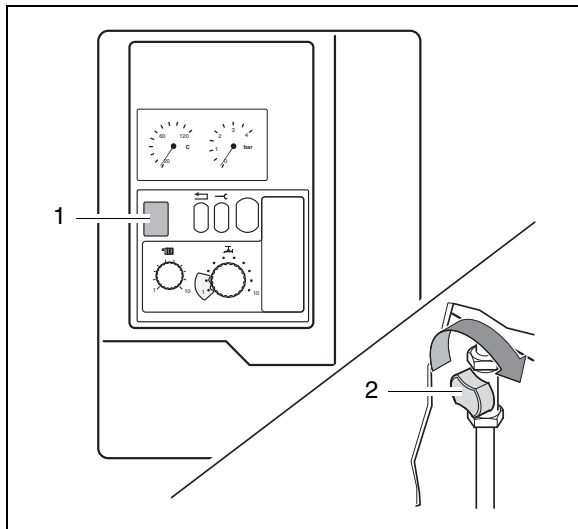

Abb. 3 Netzschalter, Gasabsperrhahn
- Netzschalter (Abb. 3, Pos. 1) auf Stellung "0" stellen.
- Gasabsperrhahn schließen und nach rechts drehen (Abb. 3, Pos. 2).